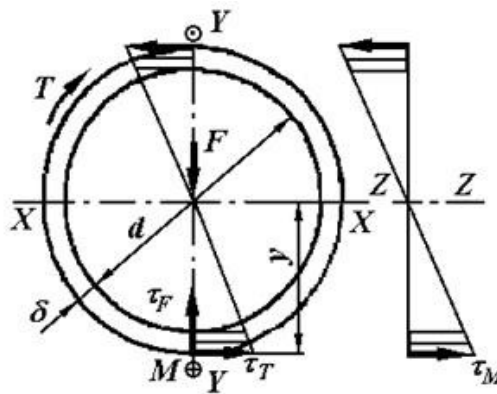

Рис.27
4. Расчету подлежит шов №1, который по сравнению со швом №2 дополнительно нагружен изгибающим моментом M . Опасное сечение шва – сечение по биссектрисе прямого угла - представляет собой коническую поверхность, которую условно разворачивают на плоскость стыка свариваемых деталей. Выполняют приведение нагрузки (перенос F в центр тяжести расчетного сечения) и составляют расчетную схему (рис.27), на которой: F - центральная сила; M - изгибающий момент, T - крутящий момент: